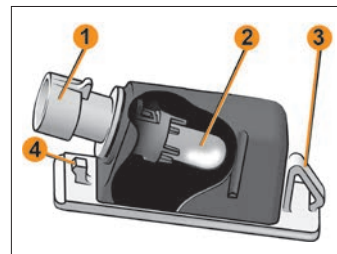

Рис. 14. Фонарь освещения номерного знака
Для замены лампы в фонаре снимите его с автомобиля. В посадочном гнезде фонарь удерживается пружинной защелкой **3** и фиксатором **4** (рис. 14).
– воздействуя с левой стороны фонаря, например, лезвием ключа выключателя зажигания, аккуратно сдвиньте его вправо и выведите фиксатор **4** из зацепления (рис. 14);
– повернув патрон **1** (рис. 14) против часовой стрелки, выньте его в сборе с лампой из корпуса фонаря и извлеките лампу **2** (рис. 14), потянув ее на себя.